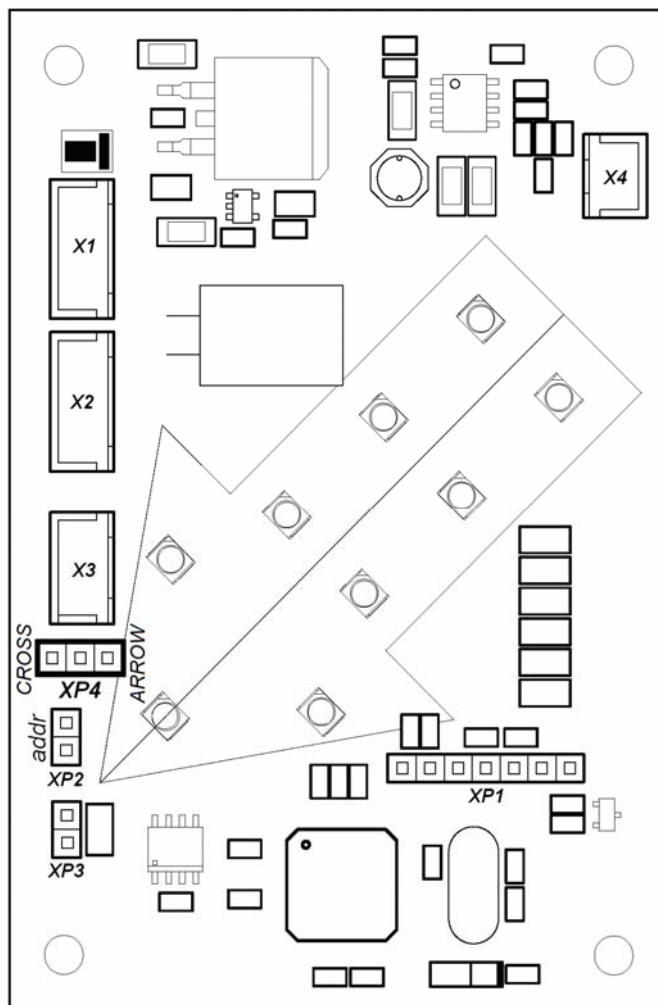

Рисунок 22. Внешний вид платы индикации прохода
26. Установите на свои места передние панели боковых стоек (8) (разд. 8.8.2). После установки проверьте, чтобы верхний край установленной передней панели находился на одном уровне с корпусом турникета. Панели с торцевым блоком индикации устанавливаются с того края секций, где находятся блоки индикации крышки турникета, при этом необходимо вынуть соединительный кабель из верхнего короба турникета и подсоединить его к торцевому блоку индикации на передней панели.
27. При необходимости изменить тип индикации на торцевых блоках передних панелей на «красный крест» переставьте перемычку **XP4** в блоке индикации крышки данной секции (см. разд. 5.2.2, 8.8.3, расположение перемычки показано на рис. 22).
Для доступа к блоку индикации крышки турникета (11) необходимо предварительно снять с секции крышку стеклянную (10) (разд. 8.8.7). В блоке индикации под рассеивающей пластиной находится плата индикации прохода (рис. 22).
Для демонтажа блока индикации (например, с целью установки считывателя) после снятия светорассеивающей пластины отсоедините на плате индикации прохода кабели от разъемов **X1**, **X2**, **X3** (см. рис. 22) и торцевым ключом S5 открутите четыре стойки, крепящие блок индикации к верхнему коробу.